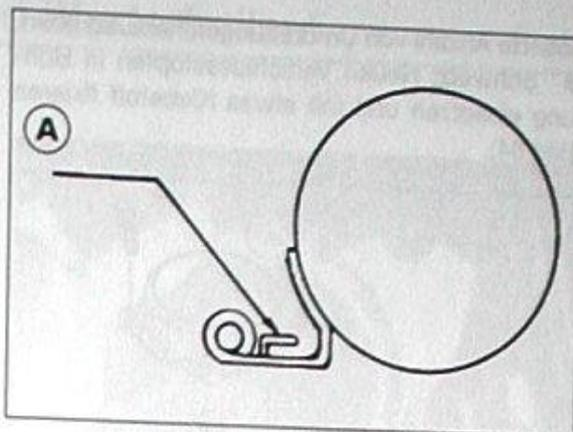

Bild 89
- Falls Pegel nicht korrekt, durch vorsichtiges Biegen der Schwimmerventil-Blechzunge Bild 89 am Schwimmer Pegel richtig stellen.